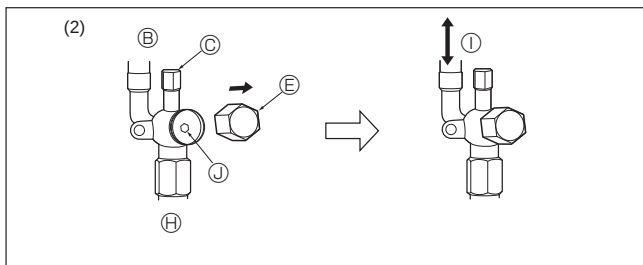

Fig. 4-8
(1) Côté gaz (Fig. 4-8)
① Enlever le capuchon, ramener la poignée vers soi et la tourner d'un quart de tour en sens inverse des aiguilles d'une montre pour ouvrir la vanne.
② Vérifier que la vanne d'arrêt est complètement ouverte, appuyer sur la poignée et tourner le capuchon pour le ramener sur sa position d'origine.